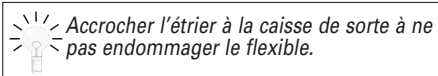

FIG. 15
- Déposer la vis de fixation inférieure de l'étrier (Fig.15).